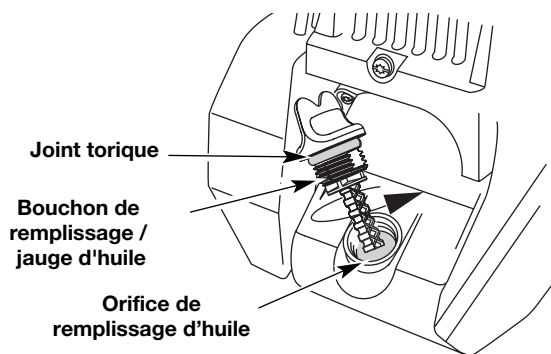

Fig. 20
- Si le niveau est trop bas, ajoutez un peu d'huile par l'orifice et revérifiez (Fig. 20). Continuez jusqu'à ce que le niveau d'huile atteigne le haut de la jauge.
**REMARQUE :** Assurez-vous que le joint torique est mis sur le bouchon de remplissage / jauge d'huile au moment de la vérification et du changement d'huile (Fig. 20).